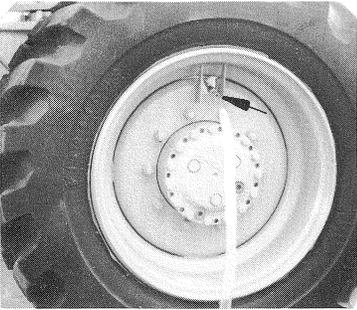

Bild 60
5. Von Zeit zu Zeit Entlüftungsknopf am Reifenfüllventil betätigen (Bild 60/Pfeil).